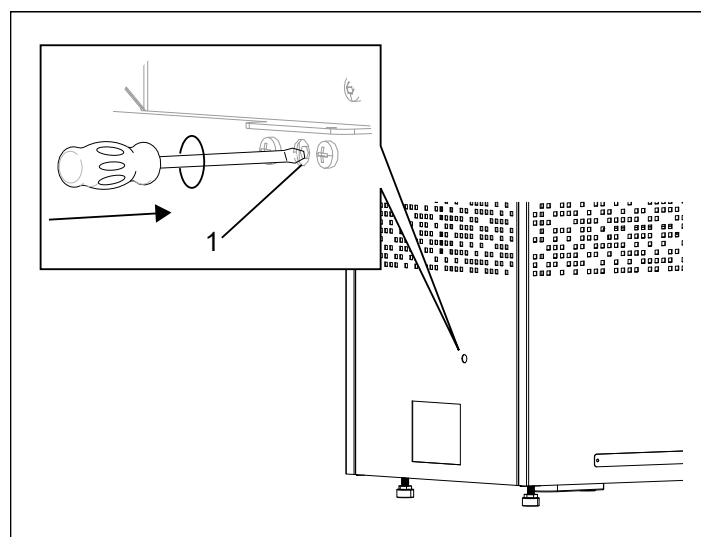

Fig 6: Återställning av temperaturskyddet.
• **Aggregat** - Temperaturskyddet i aggregatet är till för att skydda komponenter, rörelement samt trävirke i bastun från överhettning. På aggregatets vänstra sida (sett framifrån) finns ett hål, stick in en penna/mejsel för att komma åt återställningsknappen (se Fig 6). Om skyddet har löst ut så känns knappen stum och ett "klick" hörs vid återställning. Har inte skyddet löst ut, samt efter återställning, så fjädrar knappen.